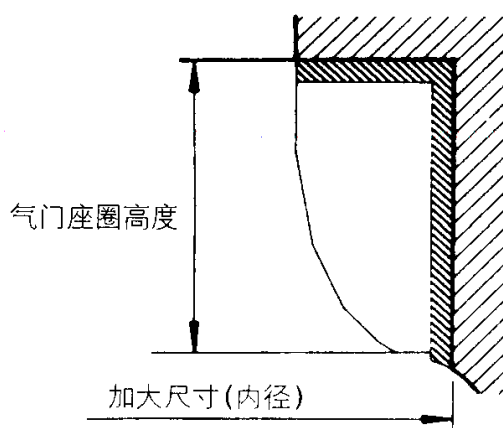

图 2-65 气门座宽度和角度要求
(3) 在装入气门座之前，加热气缸盖至 250℃左右，或用液态氮冷却气门座，然后再装入，以防止气缸盖孔擦伤。
(4) 用气门座刀具修整气门座，使其的宽度和角度达到规定要求（图 2-65）。